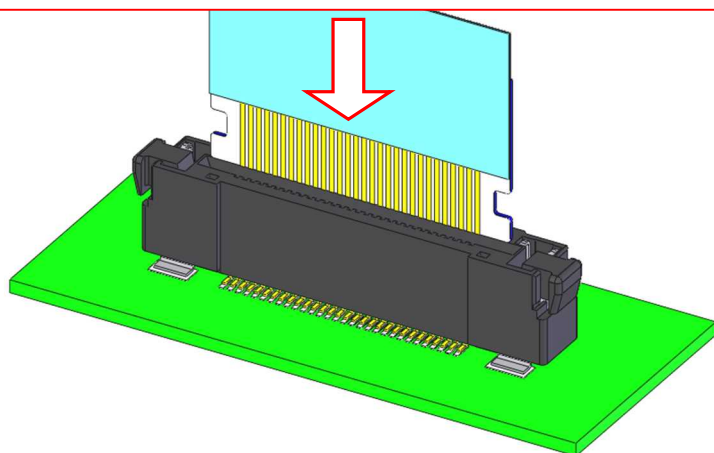

図. 2-1 FFC/FPC 挿入方法 1 / Fig.2-1 FFC/FPC inserting method 1
- ① 図 2-1 の様に、FFC/FPC パターンをコンタクトテール方向に向け、挿入間口に対し垂直にセットする。
Please set FFC/FPC to the connector vertically with its pattern on the direction of a tail as shown in Fig.2-1